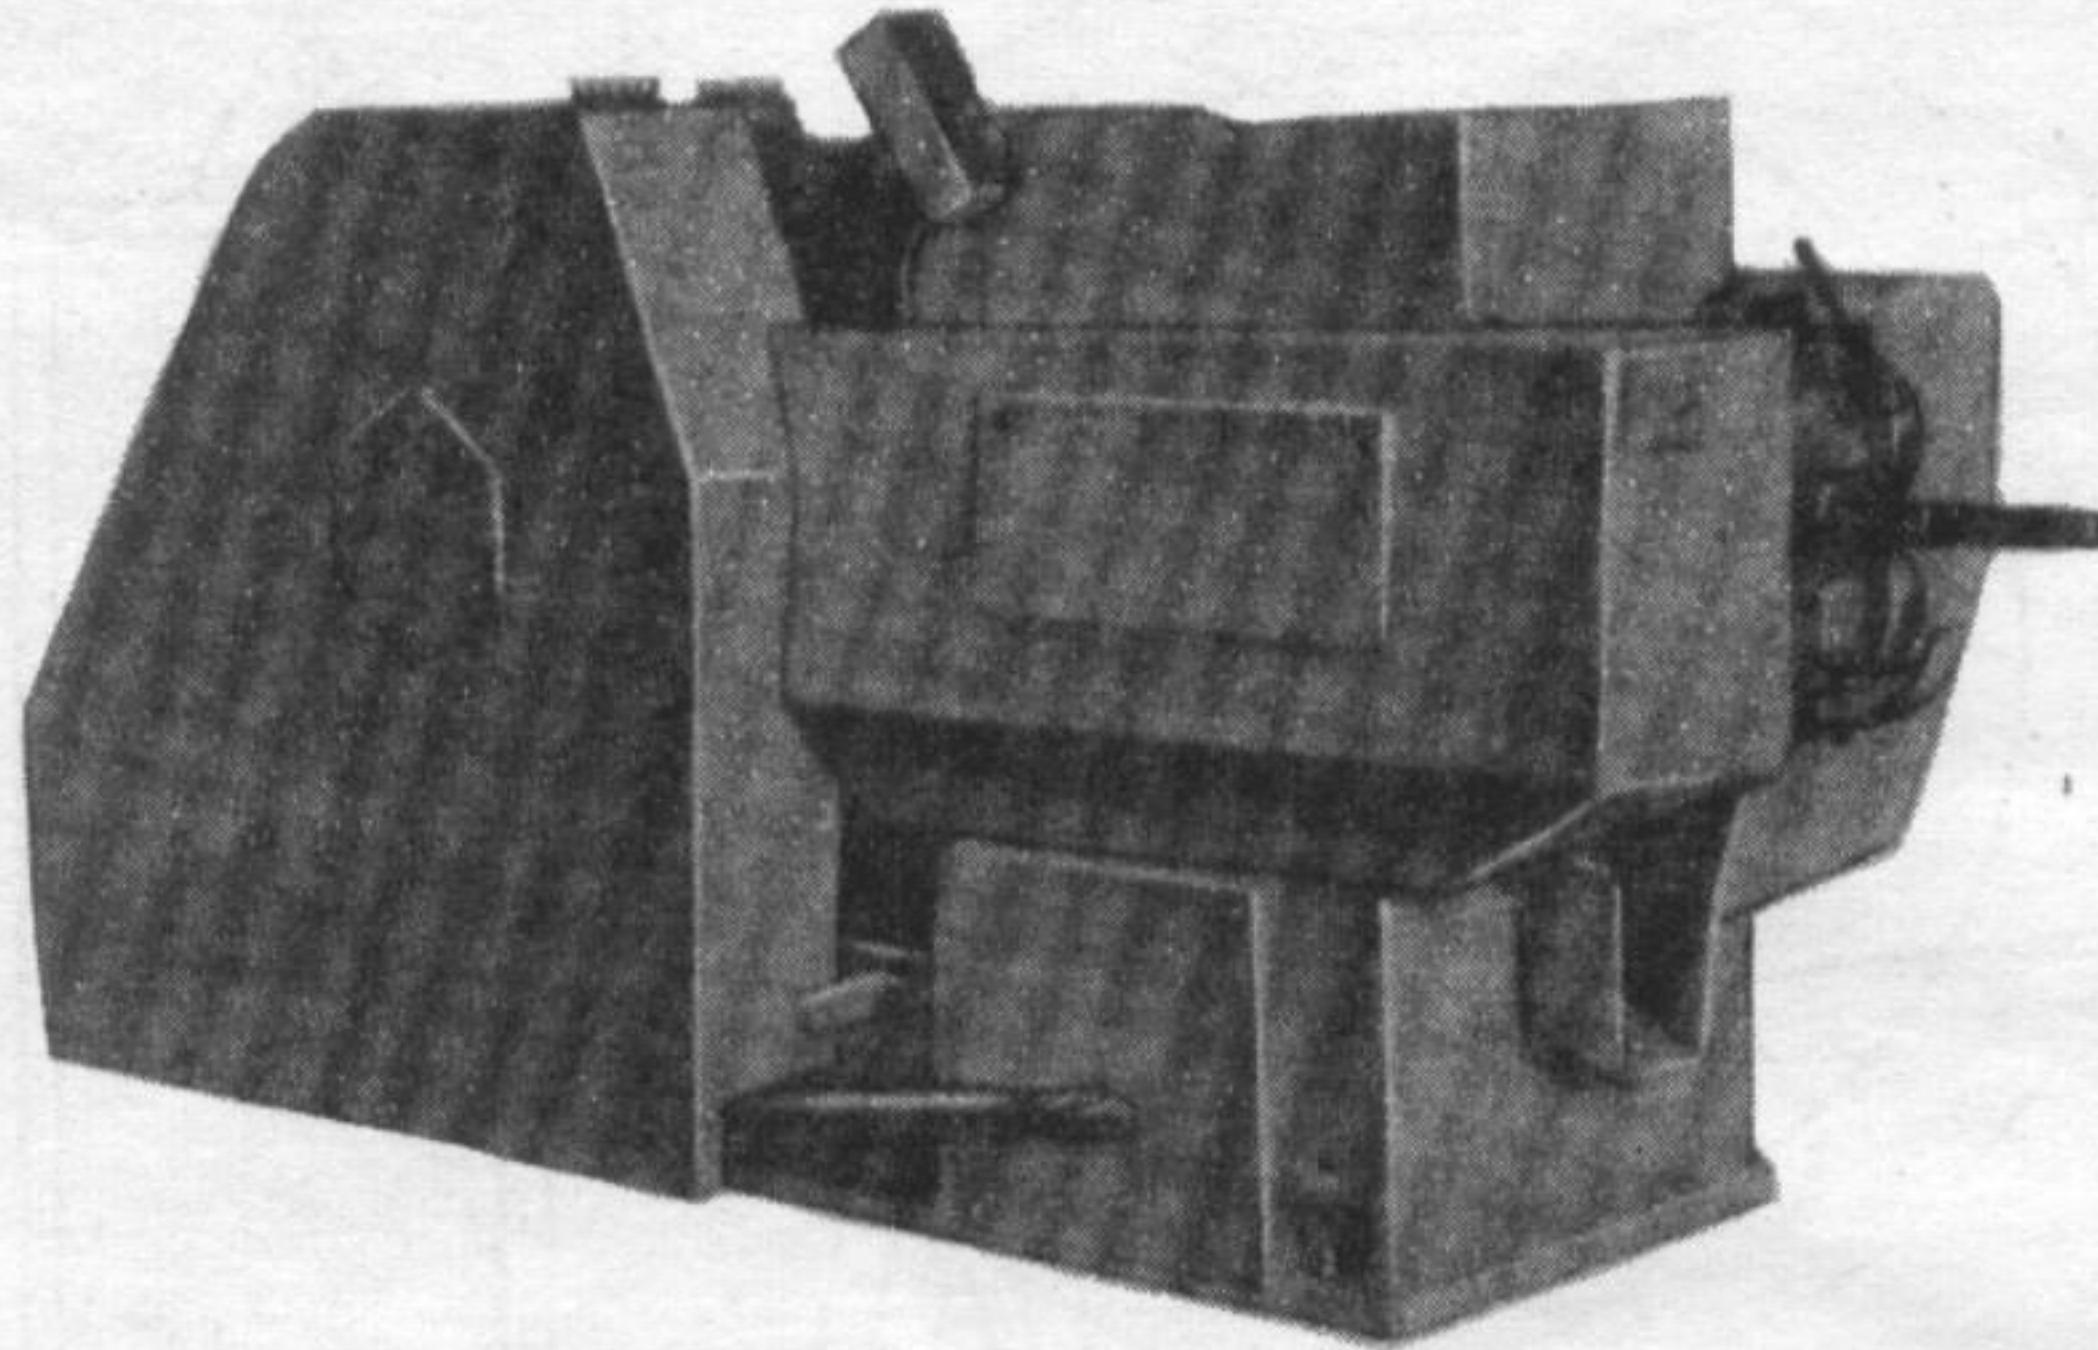

Рис. 1. Холодновысадочный автомат АА1218
1.1.1. Холодновысадочный автомат с цельной матрицей АА1218 (рис. 1) предназначен для изготовления из калиброванной проволоки изделий типа заклепок, заготовок винтов, шурупов, болтов с различной формой головки. На автомате возможно изготовление изделий с осадкой выступающей части стержня под формирование головки не более  $4,5d$  (где  $d$  - диаметр стержня).